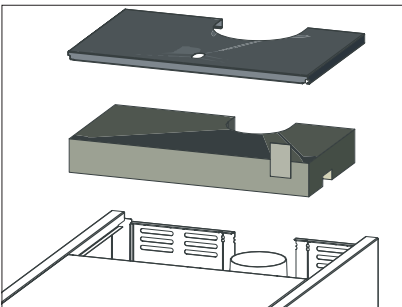

Fig. 65 Kessel-Abdeckung hinten abnehmen und Isolierung entfernen
- ▶ Kessel-Abdeckung hinten abnehmen und Isolierung über Deckel-Nachheizflächen entfernen – Fig. 65.